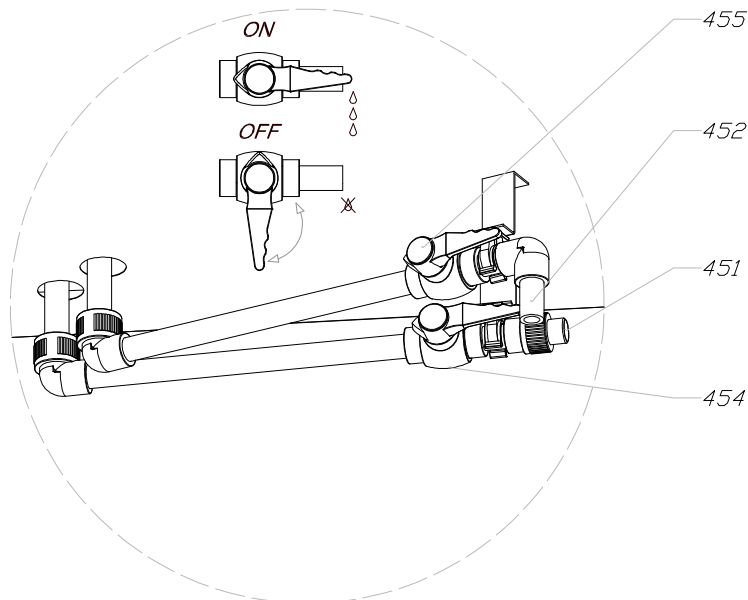

Abb. 2 Wasserzulauf- und Wasserablauf-Satz für Bain-Marie
- (Betrifft Bain-Maries) Überprüfen Sie, ob das Kugelventil geschlossen ist (Abb. 2 (455))